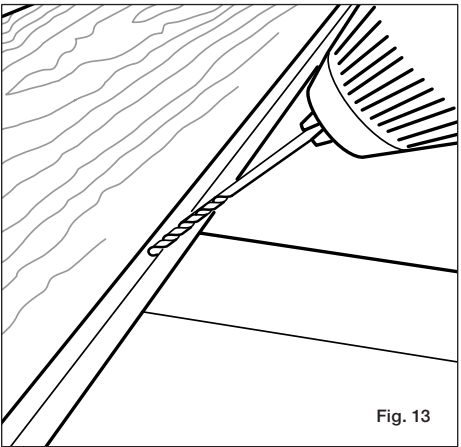
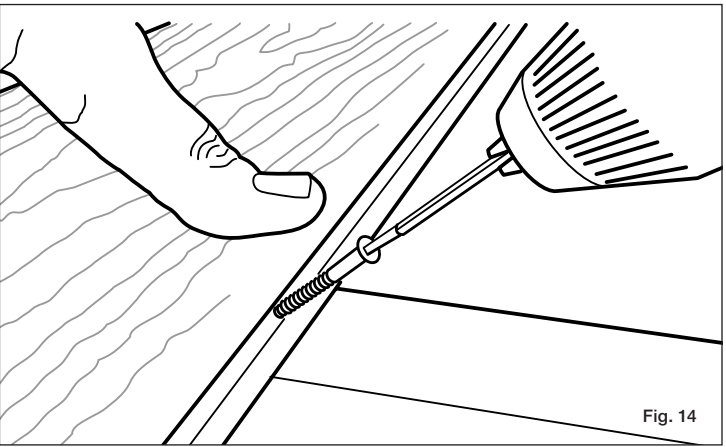

Fig. 13
Fig. 14
Paso 5 Para evitar que las tablas interiores se muevan con el tiempo, las tablas deben fijarse en el centro de su longitud usando un tornillo de acero inoxidable #8 de 5.1 cm (2 pulg.) Esto mantiene la tabla de la terraza en su lugar en el centro de cada tabla y permite que la terraza se dilate/contraiga en los extremos. Taladre un agujero guía en la ranura de la tabla de terraza con una broca de 3.2 mm (1/8 pulg.) (fig. 13). Inserte el tornillo en la ranura hasta que esté al ras con la parte inferior de la ranura (fig. 14). Esto le permitirá encajar correctamente un sujetador oculto Stowaway en la ranura.